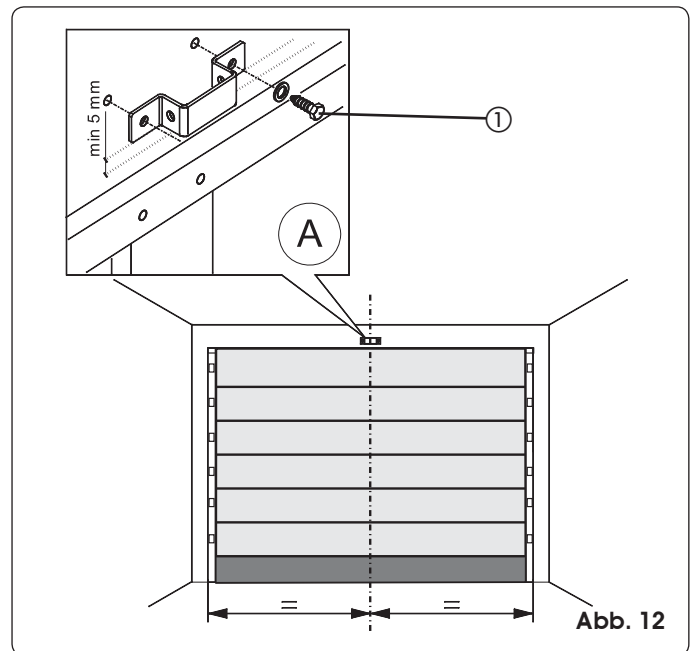

Abb. 12
- 1) Auf dem Sturz eine Linie anzeichnen, die mit der vertikalen Mittellinie des Tors übereinstimmt (Abb. 12).
- 3) Den Fixierbügel der vorderen Befestigung positionieren, wobei die Unterkante mindestens 5 mm über der Stelle, an der sich die Linien überschneiden, liegen und zur vertikalen Linie zentriert sein muss (Abb. 12). Für die korrekte Positionierung des Bügels zum Befestigungspunkt am Tor wird auf den Abschnitt 7.2 verwiesen.
- 5) Bohren und mit den Schrauben montieren (Bez ① Abb. 12) **NICHT** im Lieferumfang enthalten